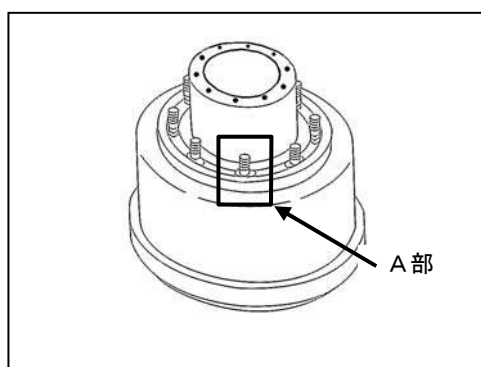

図1 ハブ、ドラム
1. ハブの摩耗部と未摩耗部との段差（図1のA部）をシックネスゲージにて測定する。